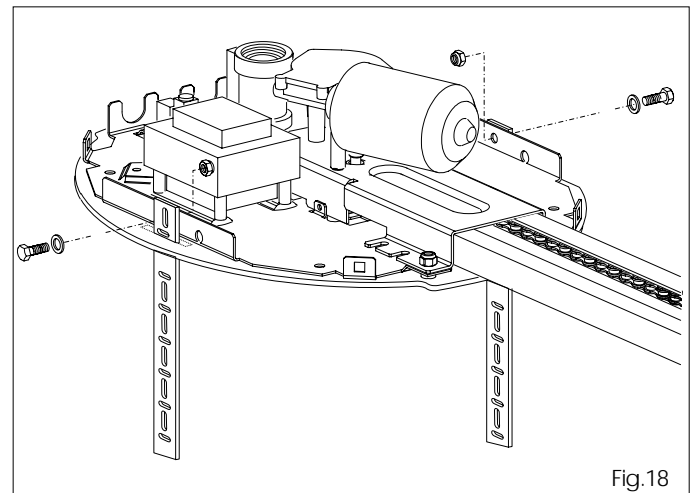

Fig.18
6.9 Inserire le staffe in dotazione nelle asole e bloccare all'operatore con apposito dado (fig.18).